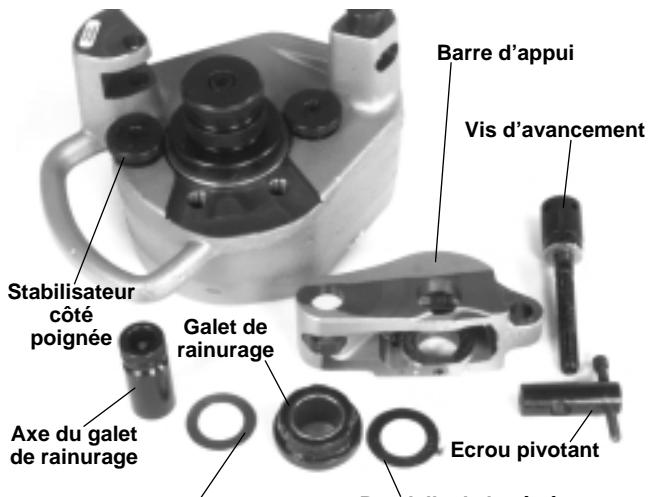

Figure 16 – Eclaté des pièces
6. Retirez la vis d'avancement de l'écrou pivotant. Retirer l'écrou pivotant de la barre d'appui (*Figure 16*).
7. Retirez la vis de fixation du galet d'entraînement à l'aide d'une clé Allen de $\frac{5}{16}$ po. Pour retirer un jeu de galets pour tuyaux série 40 de 4 à 6 po ou série 10 de 8 à 10 po, retirez les boulons de soutien de l'arbre d'entraînement à l'aide d'une clé Allen de $\frac{3}{8}$ po (*Figure 16*).
8. Retirez le stabilisateur côté poignée de la 915 à l'aide d'une clé Allen de $\frac{3}{16}$ po. Lors du retrait d'un jeu de galets pour tuyaux série 40 de 4 à 6 po ou série 10 de 8 à 10 po, enlevez les deux stabilisateurs (*Figure 16*).